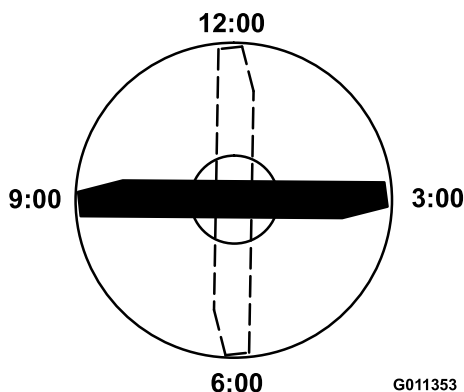

Figure 64
4. Positionnez le tranchant de l'extrémité repérée à la position 12 heures (droit devant dans la direction de la tonte) (Figure 64) et mesurez la hauteur de la surface plane au tranchant de la lame.
5. Tournez l'extrémité repérée de la lame aux positions 3 et 9 heures (Figure 64) et mesurez les hauteurs respectives.